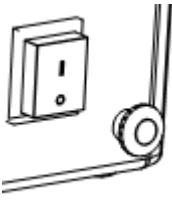

Abbildung 3
f. Regulieren Sie die Flamme und die Leistung, indem Sie den Einstellknopf gegen den Uhrzeigersinn drehen, um sie zu erhöhen oder im Uhrzeigersinn, um sie zu verringern. (Abbildung 3).